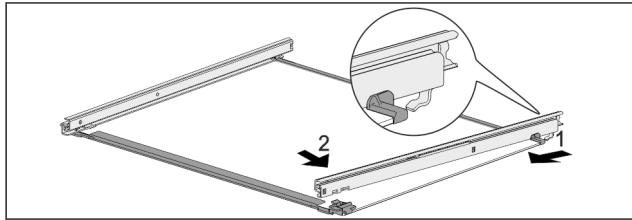

Fig. 126 Стъклена плоча с релси
- Закачете релсата отзад. Fig. 126 (1)
- Фиксирайте релсата отпред. Fig. 126 (2)